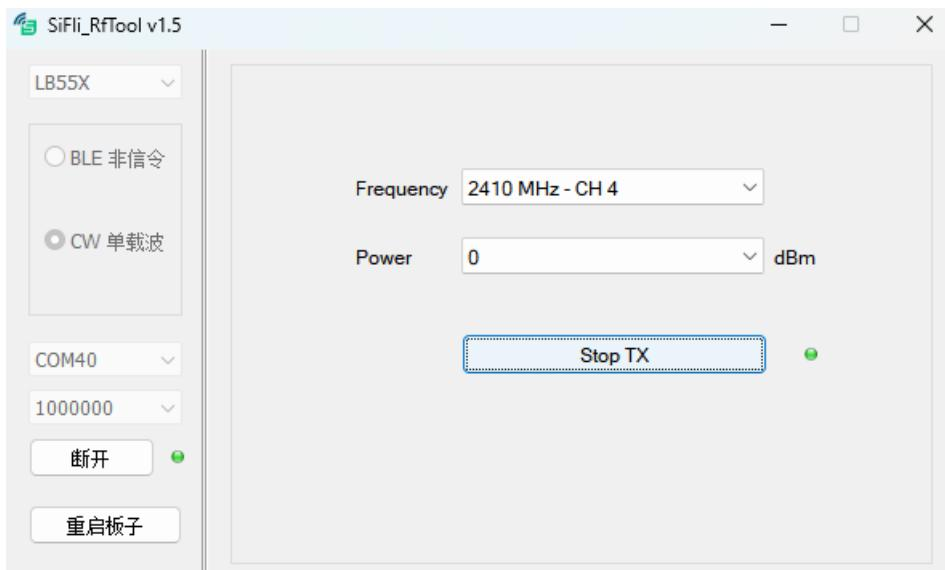

图 2-8
- 点击 Start TX，右侧指示灯变成绿色，如图 2-8。4s 左右后，可在综测仪上看对应测试值。（切换其他频率测试时，先点击 Stop TX，再修改频率和功率等级，修改完频率和功率后，再点击 Start TX 即可。）